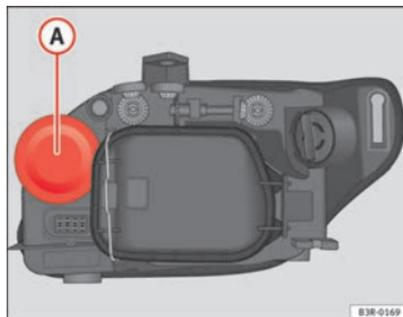

Abb. 220 Glühlampe für Blinker
- Nehmen Sie die Gummikappe ⇒ Abb. 220 durch Ziehen ab.